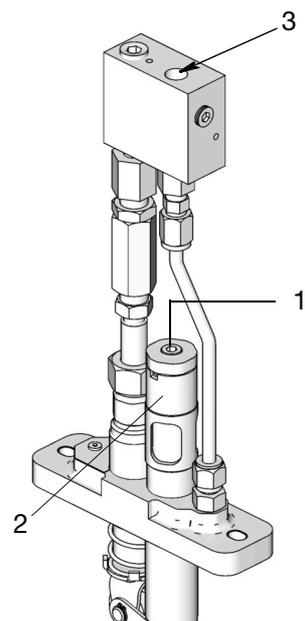

图 7
警报泵型号（图 7）
2. 将压力开关安装到传感器输出 (3)（图 7）。